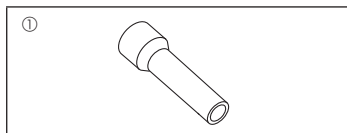

Fig. 1-1
1.6. Εξαρτήματα εξωτερικής μονάδας (Fig. 1-1) (ZM200/250, M200/250)